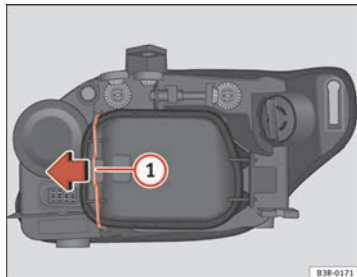

Fig. 210 Feu de position (côté extérieur véhicule)
- Déplacez le tirant ⇒ fig. 210 ① dans le sens de la flèche et retirez le couvercle rigide en séparant d'abord le côté du tirant et en ôtant ensuite les deux languettes de l'autre extrémité du couvercle.